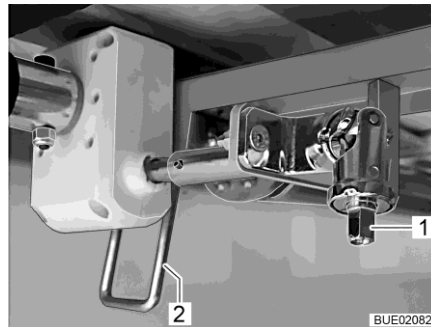

Bild 142 Höjinställning
- Sätt veven på tappnen (Bild 142,1).
- Sväng spaken (Bild 142,2) nedåt i lodrätt läge.
- Sväng spaken (Bild 142,2) uppåt i vågrätt läge.